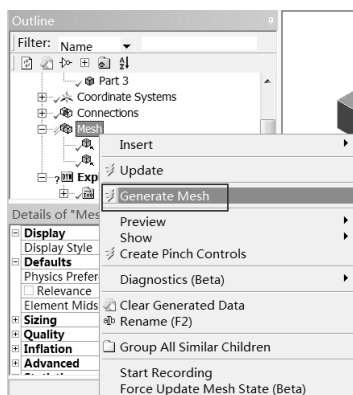

图 11-51 网格划分命令
Step6：如图 11-51 所示，右击 Mesh 选项，在弹出的快捷菜单中选择 Generate Mesh 命令，划分网格。
如图 11-51 右侧显示的图形表示之前划分过网格。